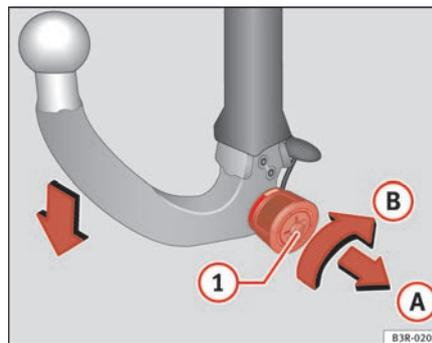

Fig. 164 Dispositivo desmontable para remolque: Desmontar la rótula
- Introduzca la llave en la cerradura **1** ⇒ fig. 164 de la rueda moleteada. ▶